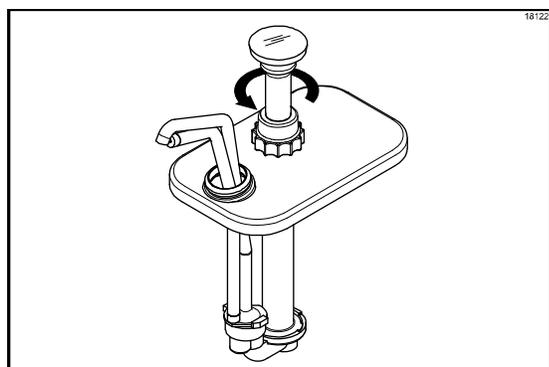

図72
3. プランジャーナットを反時計回りに回してゆるめ、ポンプからプランジャーアッセンブリを外します(図72を参照)。